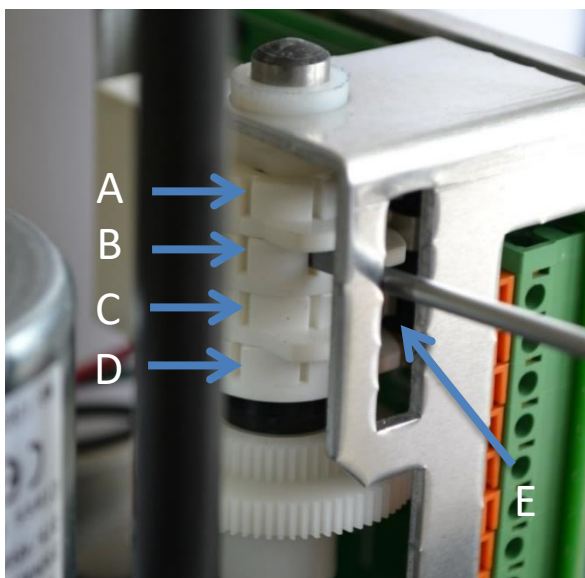

Рисунок 9: Регулировка контактных кулачков конечных
- При помощи подходящей отвертки (на 4 мм) прокрутите по часовой стрелке кулачок дополнительного концевого выключателя закрытого положения (Рисунок 9; B) до щелчка микропереключателя.
- При помощи подходящей отвертки (на 4 мм) прокрутите против часовой стрелки кулачок дополнительно концевого выключателя открытого положения (Рисунок 9; A) до щелчка микропереключателя.